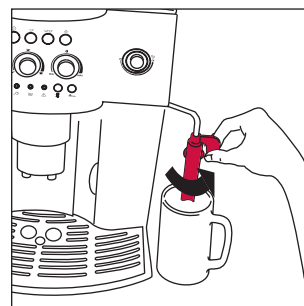
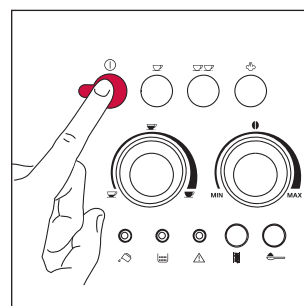

Fig. 3
Fig. 4
2. Tournez la buse à cappuccino vers l'extérieur, posez une tasse dessous (fig. 3) et mettez la machine en marche en appuyant sur la touche ① (fig. 4).
- Tournez la buse à cappuccino vers l'extérieur de la machine (fig. 3).
- Posez une tasse sous la buse à cappuccino (fig. 3)
- Poussez vers l'extérieur la buse à cappuccino (fig. 3)